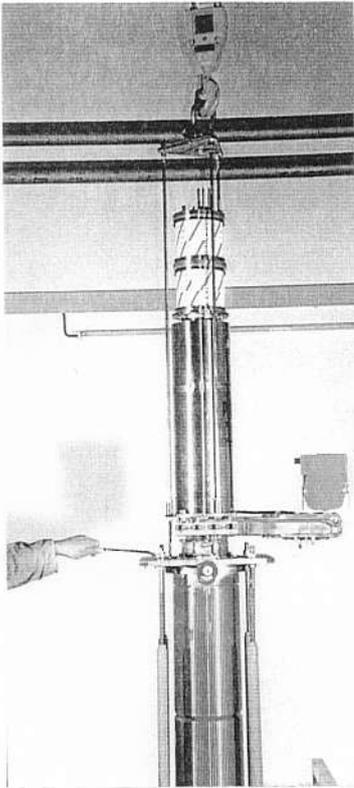

Abb. 18. Dreiarmliges Hebe-
- g) Demontieren Sie den Aufnahmeflansch der Röhre, nachdem Sie die Röhre mit dem Kran gesichert haben (Abb. 18., 19. und 20.)